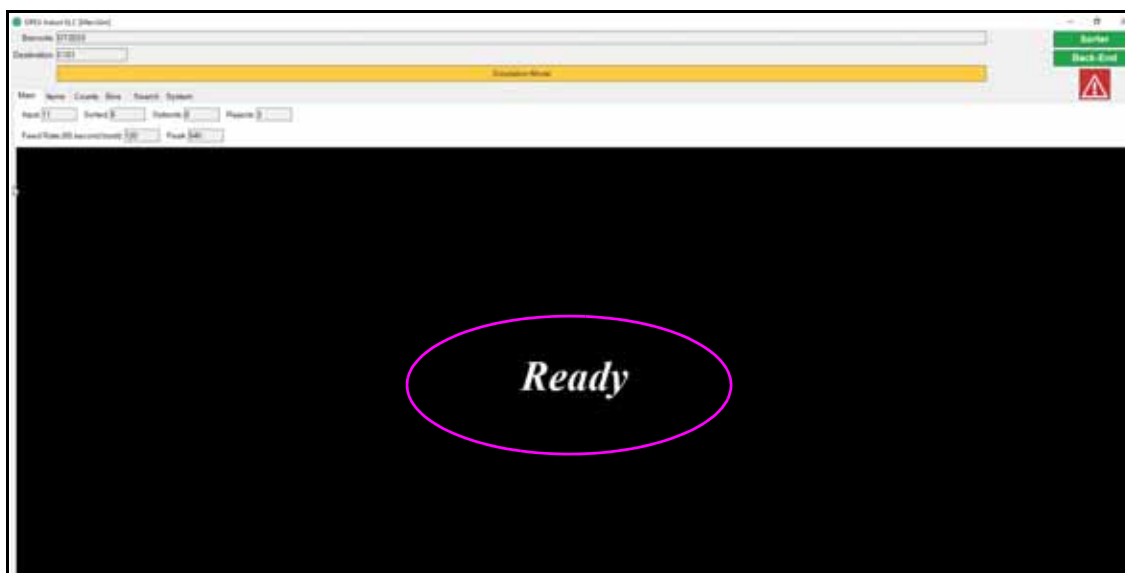

図 4-28: OPEX インダクト ELC 開始画面
3. システムが最初の項目を入力する準備ができると、ELC ソフトウェアインターフェースに「Ready」という文字が表示されます（図 4-28 参照）。